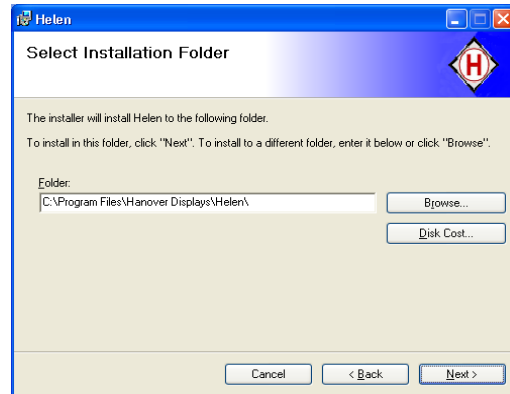

Abbildung 6
- Wählen Sie den Installationspfad (Standardeinstellung „C:\Program Files\Hanover Displays\Helen“) (Abbildung 6)